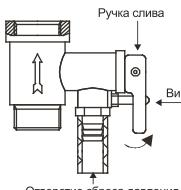

Рис. 16
6. Чтобы правильно слить воду из внутреннего бака, надо воспользоваться сливным отверстием (только для серии RS2) (для этого открутите заглушку, закрывающую сливное отверстие), так же вы можете слить через комбинированный предохранительный клапан (рис.16) (для этого открутите винт ручки слива комбинированного предохранительного клапана и переведите ручку слива в верхнее положение, при этом кран выхода горячей воды должен быть открыт, а кран подачи холодной воды в водонагреватель должен быть перекрыт).